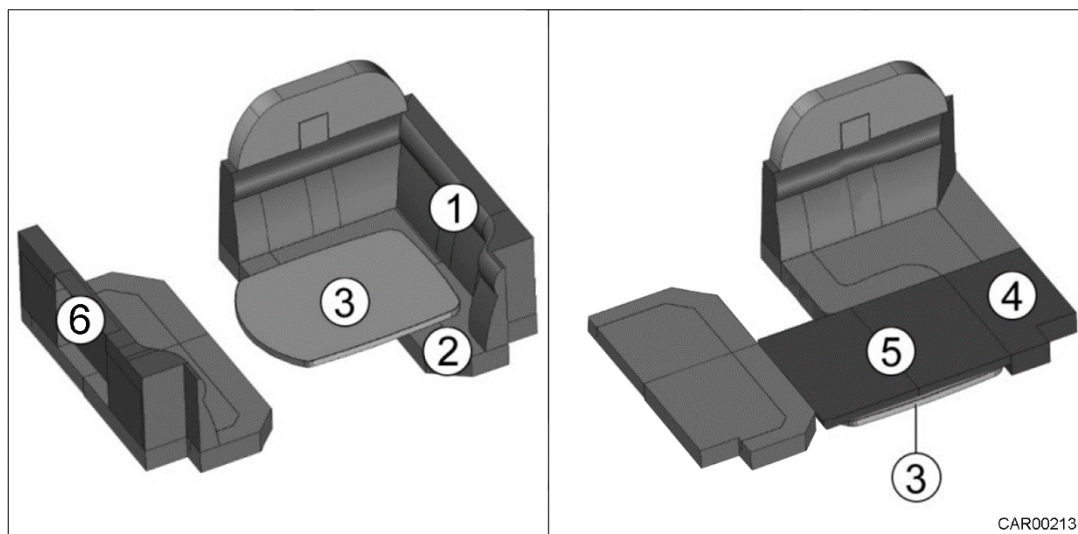

Fig. 62 Transformer les canapés en couchage pour la nuit
1. Enlever le coussin dossier (Fig. 62/1) et le coussin d'assise (Fig. 62/2).
2. Abaisser la table (Fig. 62/3).
3. Mettre en place le premier coussin d'appoint (Fig. 62/4).
4. Mettre en place le deuxième coussin d'appoint (Fig. 62/5).
5. Enlever le coussin dossier (Fig. 62/6).